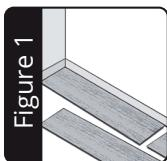

Figure 1
1. Legen Sie eine Reihe loser Paneele (Abbildung 1) auf, ohne diese miteinander zu verbinden, um zu überprüfen ob die Länge des ersten Paneels angepasst werden muss, damit das Endstück nicht weniger als 20 cm beträgt oder messen Sie die Länge des Raums ab und dividieren Sie diese durch die Länge eines Paneels.
1. Lay a row of loose planks (Figure 1) without securing them to each other first to determine if you need to adjust the length of the first plank to avoid a small piece of less than 20 cm at the end of the row, or measure the length of the room and divide by the length of one plank.